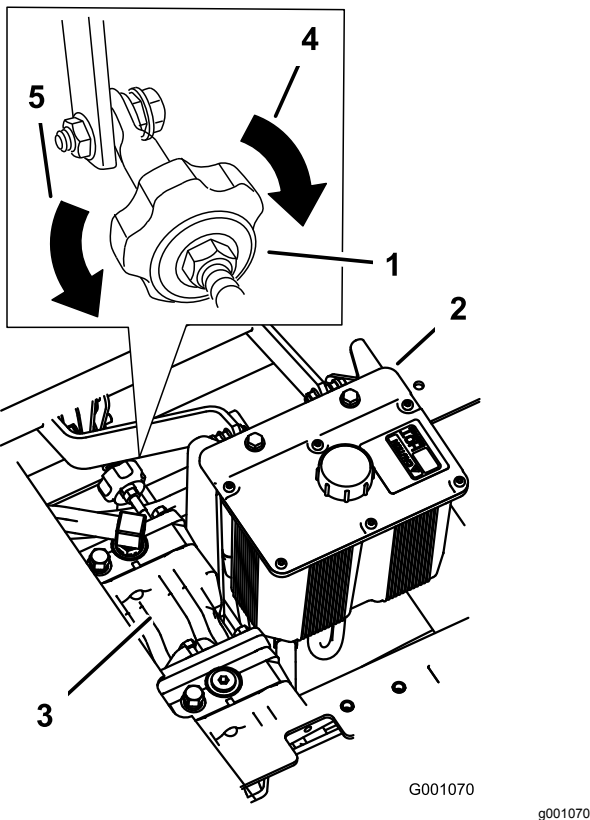

Figura 77
4. Para que la máquina vaya a la derecha, gire el pomo hacia el lado derecho de la máquina; consulte Figura 77.
5. Para que la máquina vaya a la izquierda, gire el pomo hacia el lado izquierdo de la máquina; consulte Figura 77.